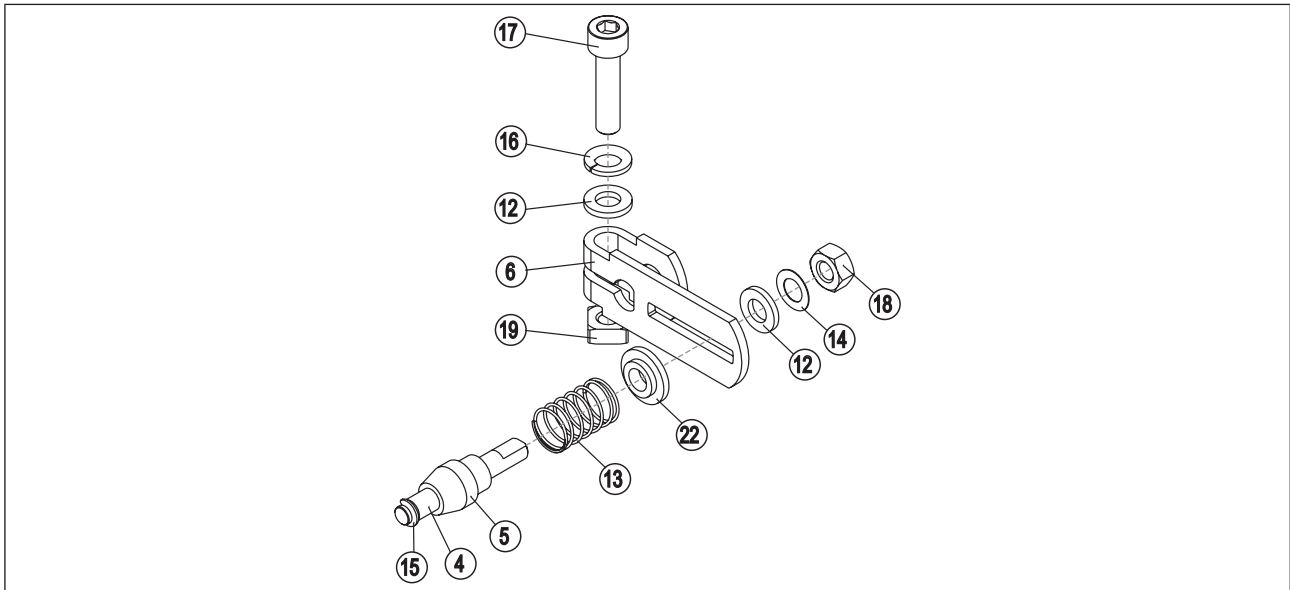

Bild 22: Hebelmontage
- Hebel zusammenbauen (falls nicht vormontiert) (siehe „Bild 22“).